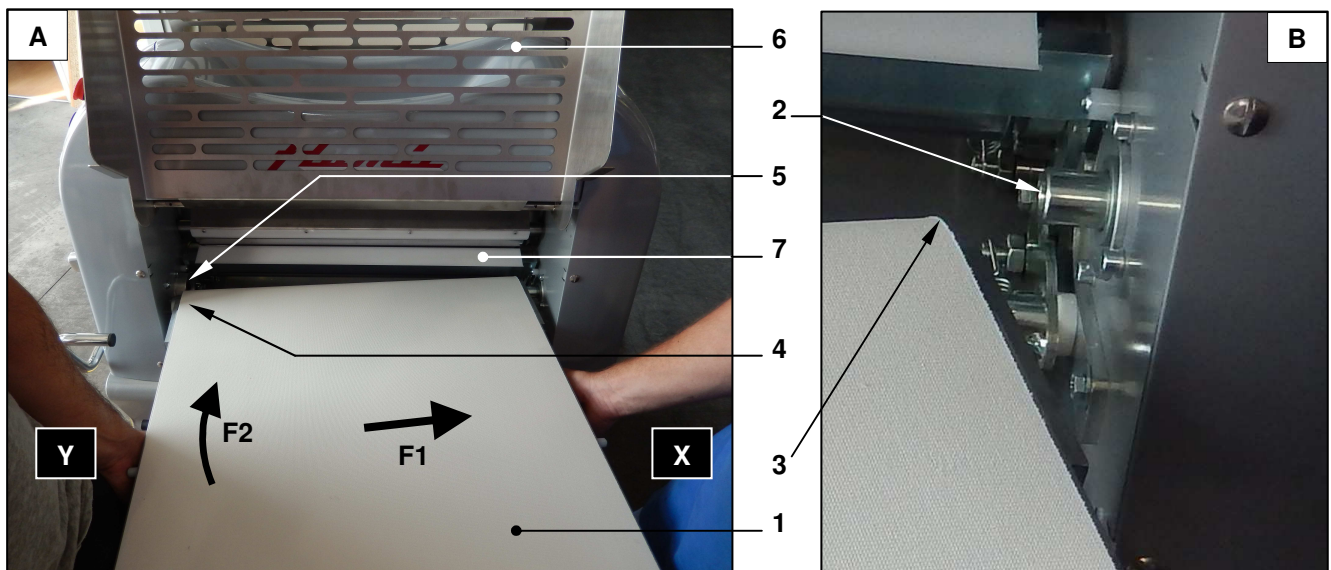

Рис. 12 - Установка столов (модель SF600)
Используйте СИЗ, указанные в пар. 3.4. См. Рис. 12. Снимите ограждение (6) (см. пар. 3.5.2) со стороны устанавливаемого стола (фото А) и удалите скребок (7) (пар. 4.5 и пар. 4.5.2.3).